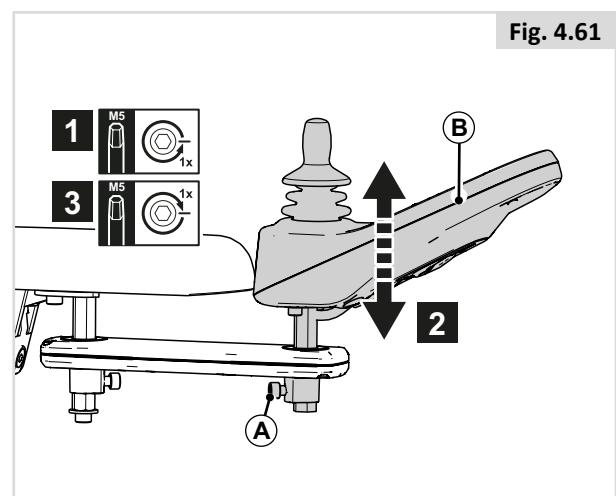

Fig. 4.61
Højde på betjeningsenhed (2) (Fig. 4.61)
1. Løsn (C) ved at dreje én omgang.
2. Justér (D) til den ønskede position.
3. Spænd (C).